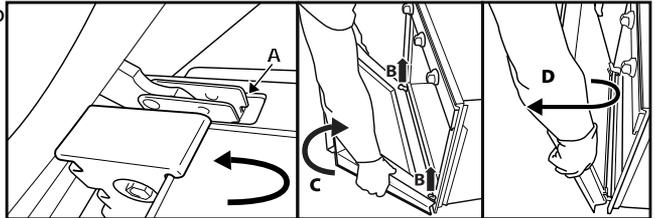

Fig. 2
3. Fermez complètement la porte (A), soulevez-la (B), et faites-la pivoter (C) jusqu'à ce qu'elle se décroche (D) (fig. 2).
2. Les autres accessoires, comme la lèchefrite et la plaque de cuisson, sont introduits de la même façon que la grille (Fig. 2).